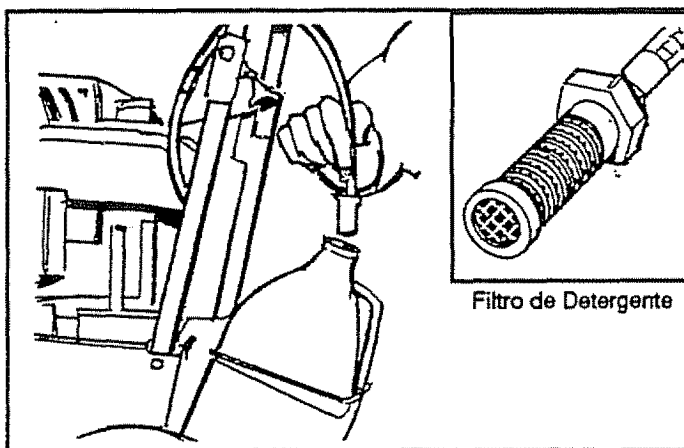

FIG. 18
- Ponga un pequeño filtro de tubo transparente de sifonaje de detergente en el recipiente del detergente (Fig. 18) ubicado en la cesta de alambre.